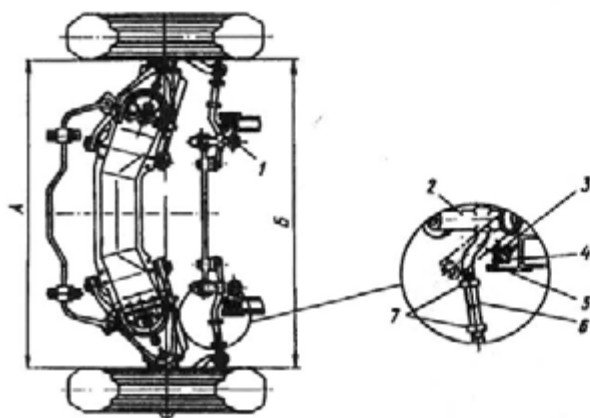

Рис. 190. Установка переднего колеса для регулировки схождения телескопической линейкой и максимального угла поворота:
1. Отпустите две контргайки 7 (рис. 190) на правой или левой рулевой тяге.
Нулевая риска на шкале телескопической линейки совмещается со стрелкой. Далее автомобиль осторожно перекатите вперед до тех пор, пока линейка не переместится в заднюю половину колеса на высоту 180 мм (до отрыва цепочек). По перемещению стрелки определите величину схождения колес в мм. При правильной регулировке разность размеров Б и А (см. рис. 190) должна равняться 1—2 мм.
Для этого отпустите контргайки 3 (см. рис. 190) и вращайте ограничительный болт 4, установленный в кронштейне 5 лонжерона. При правом повороте колеса сошка упирается специальной площадкой в ограничительный болт левого лонжерона. При левом — маятниковый рычаг упирается аналогичной площадкой в болт правого лонжерона. По окончании регулировки затяните контргайку 3 болта 4.